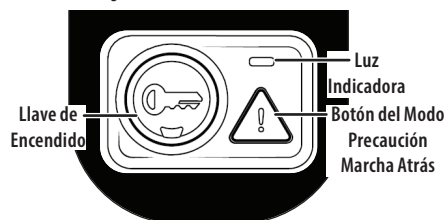

Figura 27
2. Mantenga presionado el botón MODO PRECAUCIÓN MARCHA ATRÁS durante 3 segundos. La luz indicadora parpadeará durante 3 segundos y permanecerá encendida cuando se active el MODO PRECAUCIÓN MARCHA ATRÁS (Figura 27).
3. La luz indicadora ubicada encima del MODO PRECAUCIÓN MARCHA ATRÁS estará ENCENDIDA mientras este modo esté activado (Figura 27).